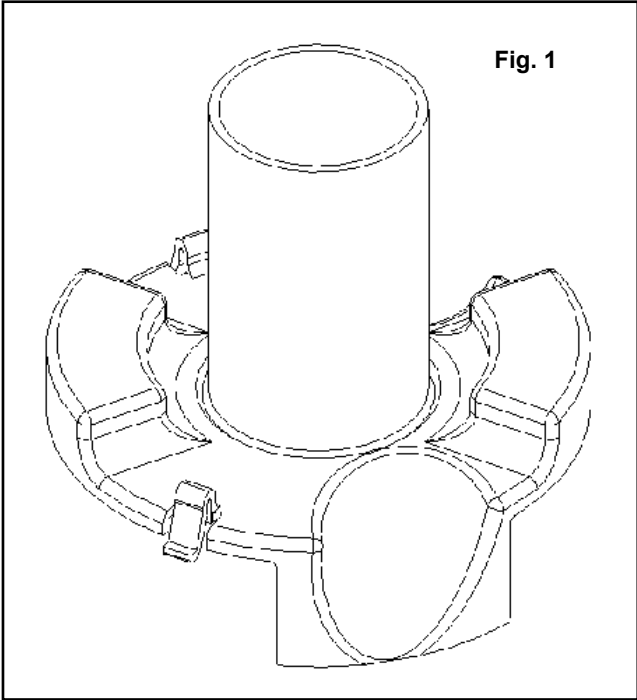
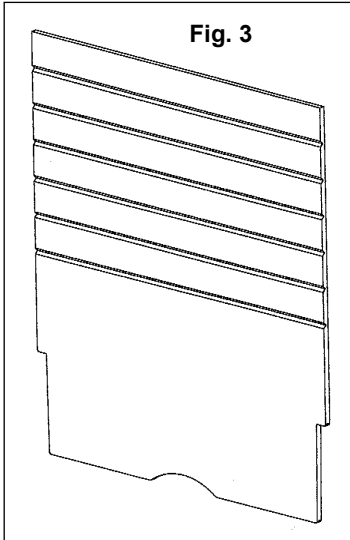

Fig. 1
Fig. 3
- Retirar la *tapa de hormigón* (B).
- La corona de hormigonado (K) debe cortarse al ras del contrapiso de hormigón bruto para un espesor del piso acabado de 10 mm. Para un espesor del piso acabado superior a 10 mm, cortar la corona (K) a una altura por encima del contrapiso de hormigón bruto correspondiente al espesor del piso acabado. Anotar la altura de la corona (K) que se corte, pues será necesario cortar esa medida de los divisores de baja tensión en las aplicaciones para servicios múltiples (etapa 10).
10. For the low voltage dividers as pictured in Fig. 1 and 2, cut off the same amount cut from the riser (K) in step 8 from the tube portion of the divider. For the straight divider as pictured in Fig. 3 use a utility knife to cut the same amount cut from the riser (K) in step 8 using the score lines for ease of cutting. The appropriate type of low voltage divider is included with applicable sub-plates.
11. For low voltage dividers pictured in Fig. 1 and 2 snake power wires through low voltage enclosure and align cable ramps with 1-1/2" conduit openings in box. Push low voltage divider down until it snaps into place. Snake communication wire up over ramps and keep wire outside of low voltage divider.
12. For the low voltage divider (provided) (Fig. 3) insert into vertical slots in sides of floor box and push down to bottom. **NOTICE: INSURE DATA/COMMUNICATIONS IS SEPARATE FROM POWER APPLICATIONS.**
13. Install barbed clips (C) into slots on top of Riser (K). Wide clip (D) with ground wire goes into wide slot on Riser (K). Hammer clips down until they seat flush with top of Riser (K).
INSTALLATION DES CONDUITS OU DES SÉPARATEURS POUR CÂBLES BASSE TENSION (Pour applications multiservices) Consulter les Fig. 1, 2 et 3.
10. Dans le cas des séparateurs basse tension illustrés aux Fig. 1 et 2, supprimer de ceux-ci la même valeur retranchée de la couronne de bétonnage (K) à l'étape 8. Dans le cas des séparateurs droits de la Fig. 3, utiliser un couteau universel pour supprimer la même valeur retranchée de la couronne (K) à l'étape 8; trancher dans les rayures pour faciliter la coupe. Des séparateurs basse tension de type approprié sont livrés avec les sous-plaques.
11. En ce qui concerne les séparateurs basse tension illustrés aux Fig. 1 et 2, faire passer les conducteurs d'énergie dans le boîtier basse tension et aligner les ouvertures avec celles de 38 mm ménagées dans la boîte pour les conduits. Pousser les séparateurs basse tension vers le bas jusqu'à ce qu'ils s'emboîtent. Acheminer les conducteurs de communication vers le haut en les maintenant à l'extérieur du séparateur basse tension.
12. Quant au séparateur basse tension (fourni) (Fig.3), l'insérer dans les rainures verticales latérales de la boîte de plancher et le pousser jusqu'au fond.
INSTALAR EL TUBO O DIVISOR DE CABLEADO DE BAJA TENSION (En la aplicación para servicios múltiples) Ver las Fig. 1, 2 y 3.
10. En los divisores de baja tensión representados en las Fig. 1 y 2, cortar la misma medida que se ha cortado de la corona de hormigonado (K) en la etapa 8 en la parte tubular del divisor. En el divisor recto representado en la Fig. 3 usar un cuchillo común para cortar la misma medida recortada de la corona (K) en la etapa 8, guiándose por las estrías para facilitar el corte. Con las subplacas aplicables se incluye el tipo apropiado de divisor de baja tensión.
11. En los divisores de baja tensión representados en las Fig. 1 y 2, pasar los cables de energía por el receptáculo para baja tensión y alinear las rampas para los cables con las aberturas de conducto de 38 mm en la caja. Empujar hacia abajo el divisor de baja tensión hasta que calce en su sitio. Jalar hacia arriba el cable de comunicaciones sobre las rampas y mantenerlo fuera del divisor de baja tensión.
12. Insertar el divisor de baja tensión (provisto) (Fig. 3) en las ranuras verticales a los lados de la caja de piso y empujar hacia abajo hasta el fondo.
13. Insertar las grapas arponadas (C) en las ranuras sobre la corona de hormigonado (K). La grapa ancha (D) con cable de tierra se inserta en la ranura ancha sobre la corona de hormigonado (K). Hundir las grapas con un martillo hasta que queden apoyadas sobre la parte superior de la corona de hormigonado (K).